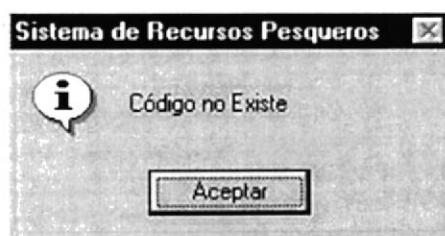

Figura 9.117 Pantalla de Código no existe
1. Ingrese el código del trámite  al cual le va a asignar el o los requisitos, de Enter y automáticamente se mostrará la descripción del trámite; si el código del trámite no existe aparecerá el siguiente mensaje (ver figura 9.117)